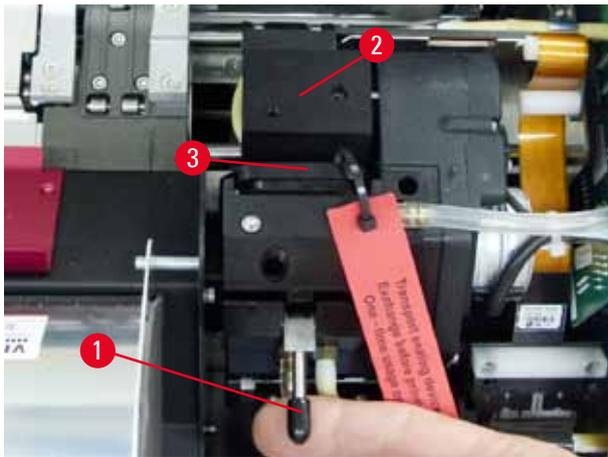

Fig. 30
4. El cabezal de impresión (→ "Fig. 30-2") se desplaza hacia arriba hasta quedar aprox. a 1 cm de la faldita obturadora (→ "Fig. 30").